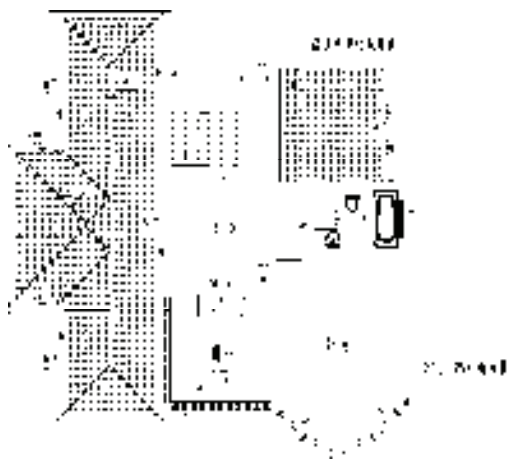

图 13-142 坡度标注
6) 添加坡度标注。调用“箭头引注”命令，在弹出的“箭头引注”对话框中设置参数，分别指定箭头的起点和终点，即可完成坡度标注的添加，结果如图 13-142 所示。